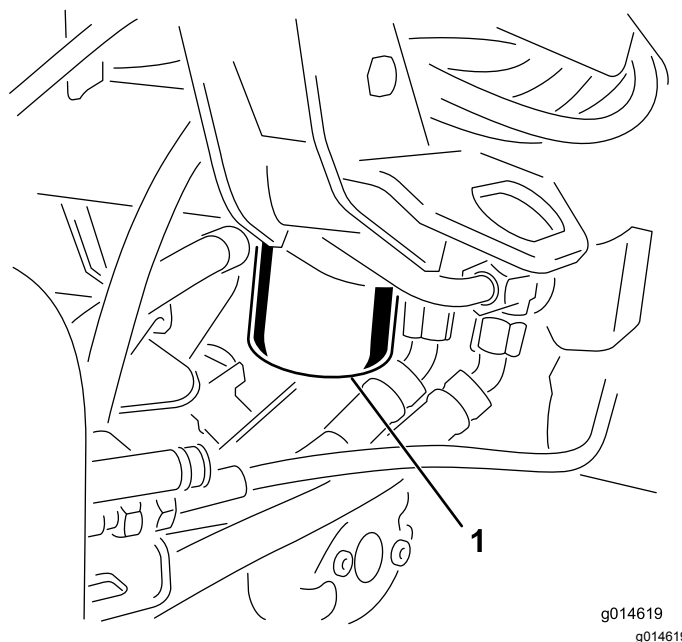

Figura 47
1. Limpe a zona em torno da montagem do filtro (Figura 47). Coloque um recipiente de escoamento debaixo do filtro e retire o filtro.